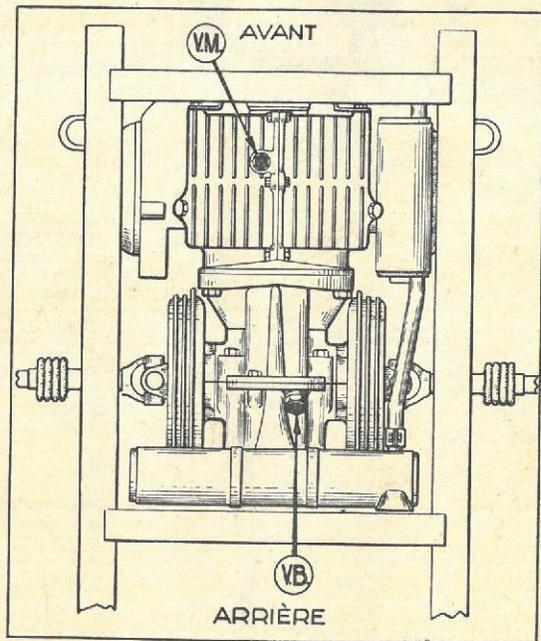
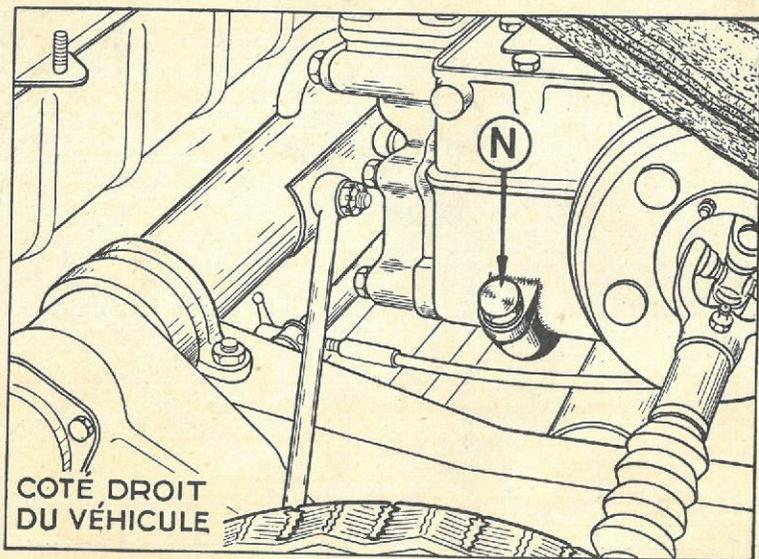

Fig. 11. — BOUCHONS DE VIDANGE (moteur et boîte)
Fig. 18. — BOUCHON DE REMPLISSAGE DE LA BOITE DE VITESSES
Après 3.000 km, vidangez à chaud le carter (bouchon en VM, fig. 11). Laissez égoutter un quart d'heure environ. En fin de vidange, appuyez sur l'AV de la voiture pour égoutter à fond le carter.
b) de vidanger votre boîte de vitesses (fig. 11, page 22, en VB) et de remettre un litre d'huile neuve de fluidité S.A.E. 80 (fig. 18).